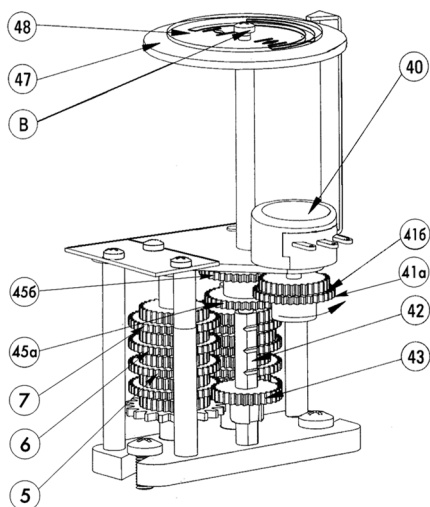

Рис. 4 Индикатор положения затвора арматуры
**Индикатор положения затвора арматуры** (рис. 4) состоит из набора установочных шестерен, потенциометра (40) (рис. 4), регулируемых дисков с указателем положения затвора (47, 48). На стержне (42) имеется 4 зубчатых зацепления, позволяющих фиксировать шестерню (43), для трехступенчатой индикации положения затвора арматуры.